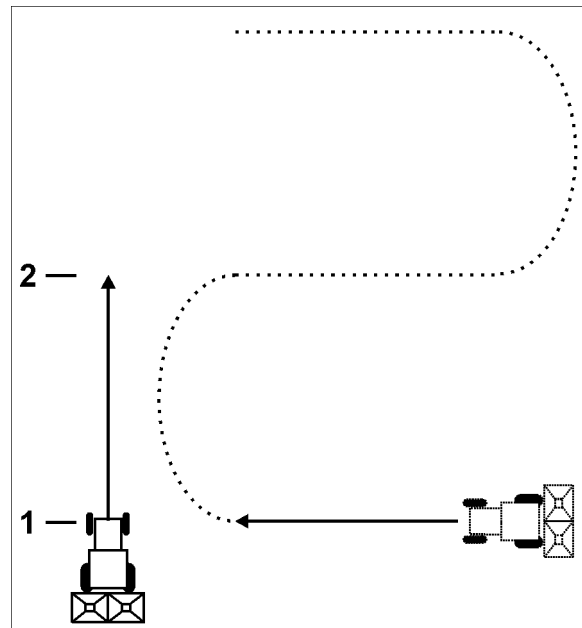

Fig. 7
1. Am Feldende quer zur Arbeitsrichtung fahren und in Höhe der Traktorspur (Fig. 7/1)
2. Zeigt das Display als Wegstrecke den Wert der Arbeitsbreite an (Fig. 7/2) mit der Anschlussfahrt beginnen.